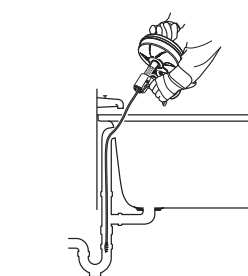

Figure 6
- Dans le cas d'une baignoire, ne jamais tenter de passer par sa bonde, car cela endommagera le câble. Retirez la plaque du trop-plein et les mécanismes associés pour accéder à la canalisation (Figure 6).